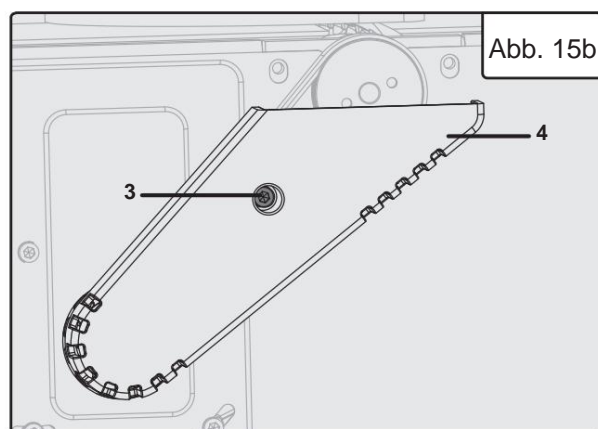

Abb. 15b
2. Die Schraube (Abb. 15b - 3) mit dem T-Schlüssel lösen und die Schraube
und die Riemenabdeckung (Abb. 15b - 4) abnehmen.